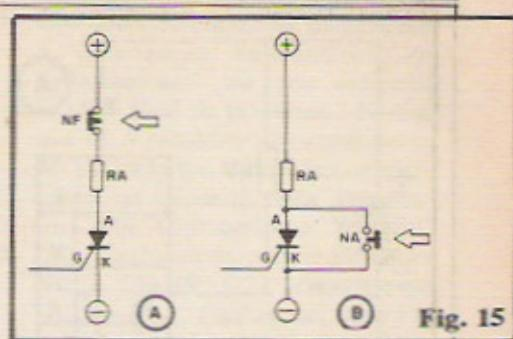

Fig. 15
- FIG. 15 - Continuando a resumir o já visto... Uma vez assumida a condição ilustrada em 14-B e 14-C (condução plena, com a carga de anodo devidamente alimentada...), para "desligarmos" o dispositivo, de nada adianta remover a polarização de gate! A solução é bloquear, ainda que por brevíssimo instante, a própria alimentação geral do SCR/carga ("abrindo-se" o interruptor NF do diagrama 15-A, por exemplo) ou "zerar" a diferença de tensão entre o anodo e o catodo do SCR (por exemplo, "fechando" o in-
terruptor NA do diagrama 15-B...). Após qualquer das providências ilustradas na fig. 15, mesmo que o SCR/carga permaneçam (ou "voltem a ser"...) alimentados, um novo "disparo" apenas ocorrerá quando nova polarização positiva (ainda que muito breve...) seja aplicada ao gate G.